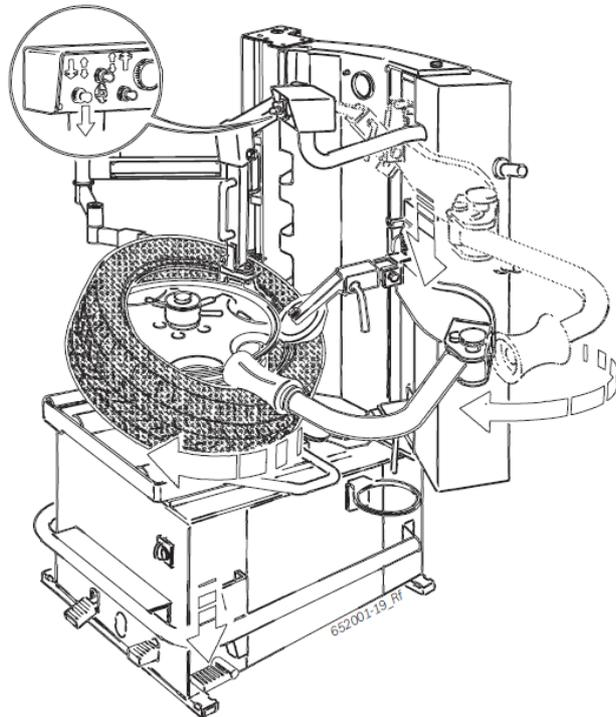

Рис. 11. Позиционирование отжимного ролика и откидного роликового рычага.
4. Опустите верхний отжимной ролик и при помощи левой рукоятки управления в блоке управления гидравлической системы переместите вниз (рис. 11).
5. Проверьте расположение откидного роликового рычага и зафиксируйте его при помощи винтовой рукоятки (рис. 11).